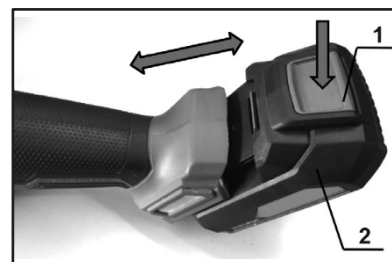

Fig. 1
**Instalarea sau scoaterea bateriei (Fig. 1)**
- Pentru a scoate bateria (2), glisați-o de pe unealtă în timp ce glisați butonul (1) din partea din față a bateriei.